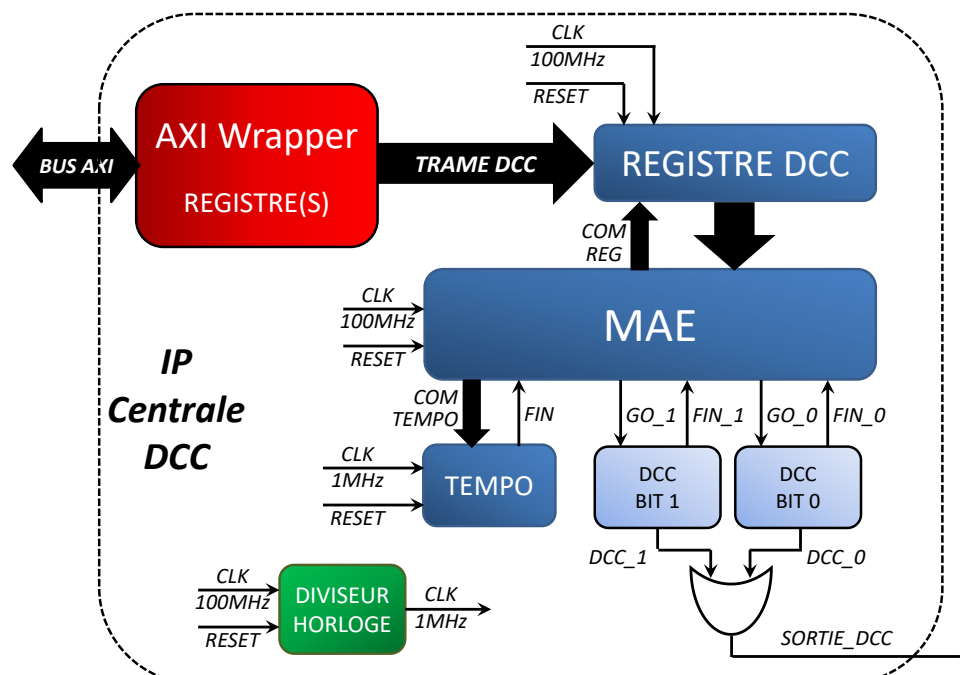

Figure 5 – L'IP Centrale DCC
La Figure 5 présente l'architecture interne de l'**IP Centrale DCC**.
- **Créer dans Vivado un block design (cf. TP2) pour réaliser le système de la Figure 5. Implémenter le design et générer le bitstream.**